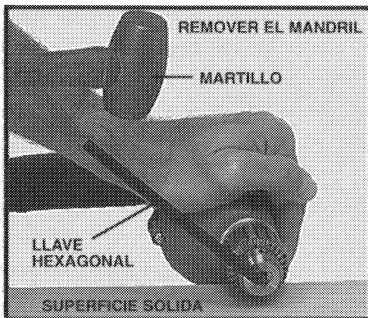

Fig. 5
4. Ponga la parte corta de una llave Allen (hexagonal) (1/4" o más grande) dentro del mandril. Alinee los lados llanos con las mordazas y apriete bien el mandril. Con el mandril en una superficie sólida, coloque la llave hexagonal a la izquierda (vea Fig. 5) y golpéela con un martillo para aflojar el mandril. Para quitar el mandril, gírelo en sentido contrario a las manecillas del reloj.